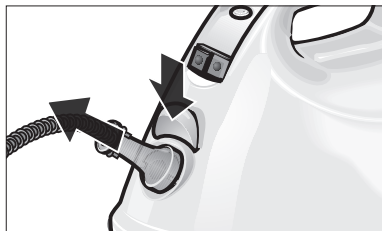

Fig. 2: Débranchez le connecteur
- Abaissez la touche de déverrouillage située au-dessus de la prise de l'appareil (A1). Débranchez ensuite la fiche mâle (C6) (voir fig. 2).